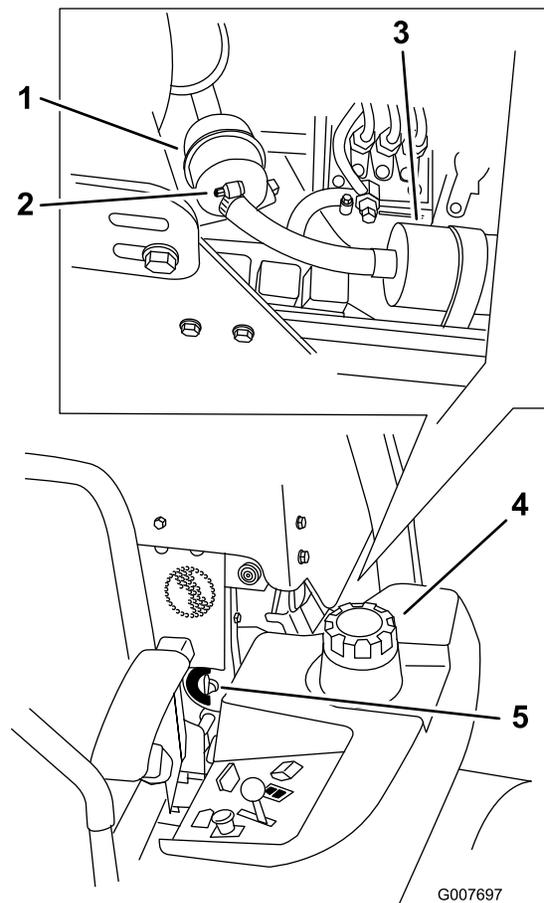

Figure 42
4. Fermez le robinet d'arrivée de carburant(Figure 42).
5. Desserrez les deux colliers de flexibles et débranchez les conduites d'alimentation du filtre à carburant (Figure 42).
6. Remplacez le filtre. Branchez les conduites d'alimentation au filtre à carburant et montez les deux collier de flexibles (Figure 42).